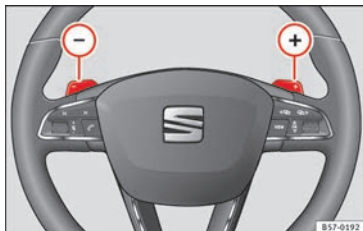

Fig. 182 Volante: palancas para cambio automático.
- Pulse la leva de cambio (+) para insertar una marcha superior »» **fig. 182**.